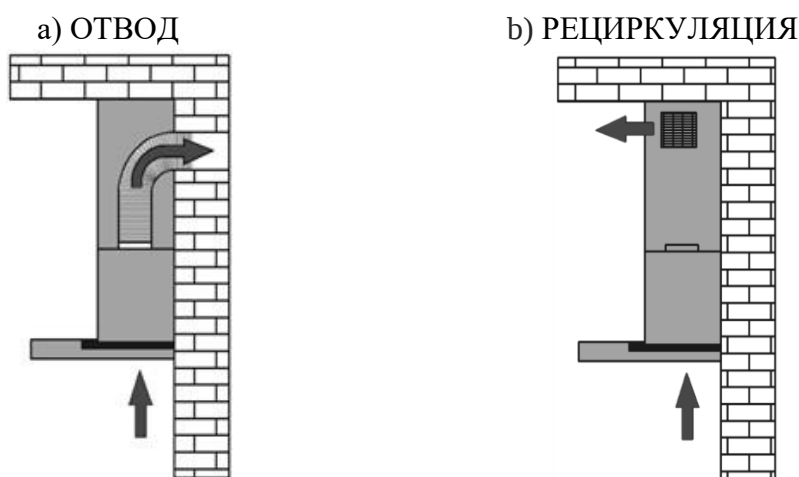

Рис. 6
- 1) Отвода (рис. 6а) – воздух удаляется из помещения через соединение вытяжки с вентиляционным каналом жестким пластиковым воздуховодом или гофрированным шлангом диаметром 100 мм с применением соответствующего переходника, который входит в комплект вытяжки. И, таким образом, все кухонные испарения, запахи, гарь и копоть, проходя через многоразовые алюминиевые жироулавливающие фильтры, выводятся за пределы помещения. При данном режиме работы нет необходимости устанавливать угольные фильтры. Режим отвода является наиболее эффективным, поскольку вытяжка удаляет все кухонные испарения за пределы кухни в вентиляционную шахту.
2)Рециркуляции (рис. 6б) – внутренняя циркуляция воздуха через угольные фильтры (рис. 5). Вытяжка в данном случае не подключается к вентиляционной шахте и, таким образом, воздух просто прогоняется через вытяжку внутри кухни.